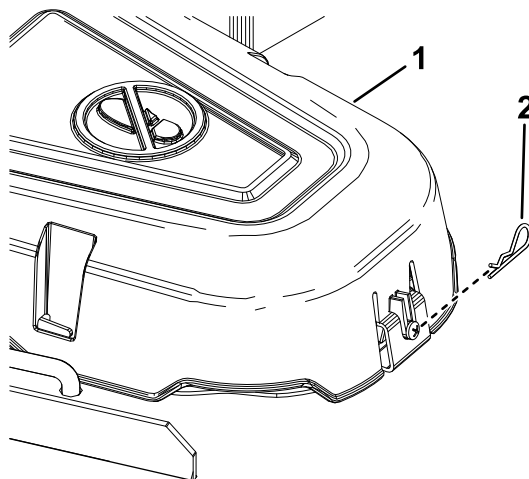

Figure 50
4. Retirez la goupille fendue et appuyez sur la languette des couvercles pour déposer les couvercles des poulies (Figure 50).